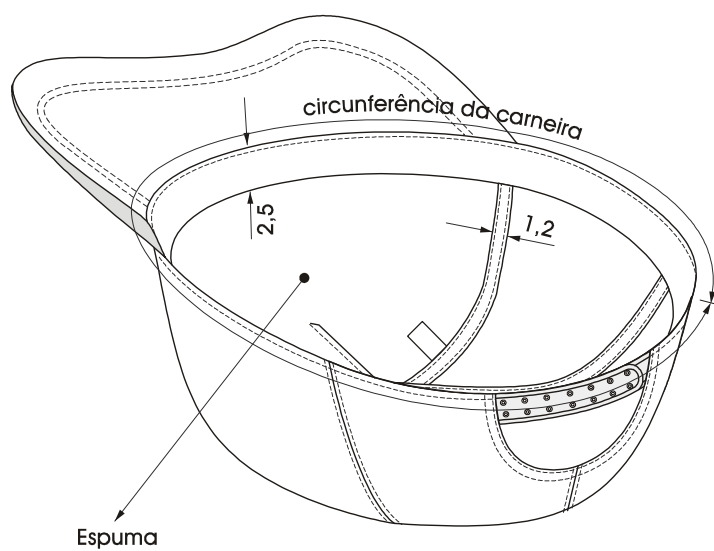

Figura 5 - Vista interna do boné
Fita em tecido de tela de poliamida medindo 1,2 cm de largura usada para acabamento das costuras de fechamento das seções, na parte interna do boné (ver figura 5).
Etiqueta de identificação e conservação da peça inserida internamente na linha de costura da seção superior frontal (ver figura 5 e item 3.7 – Etiqueta).